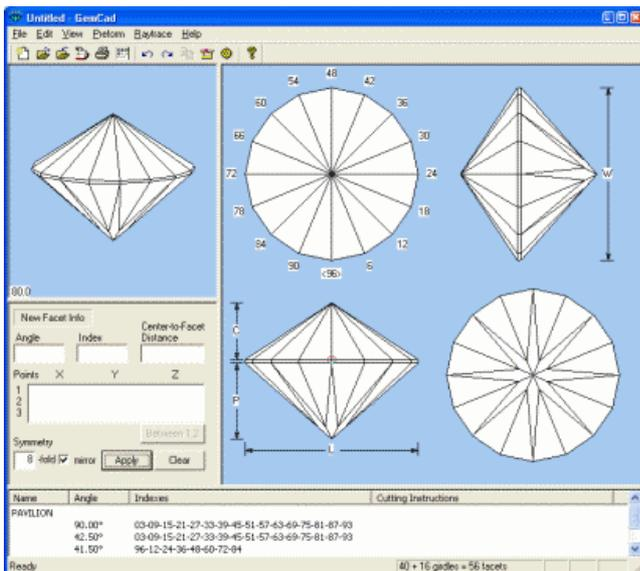

Bild 4
16. Schritt Cursor positionieren wie in Bild 4, linke Maustaste drücken